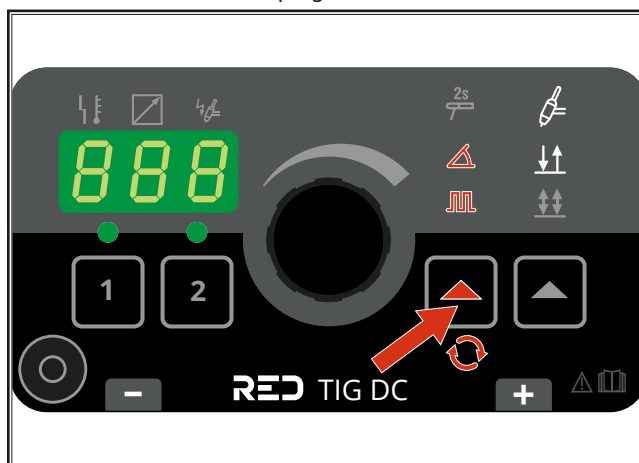

Fig. 8: Ativar pulso com ou sem inclinação
- ➔ Se a função de pulsação (com ou sem inclinação) for desejada, ative-a conforme mostrado na Fig. 8.